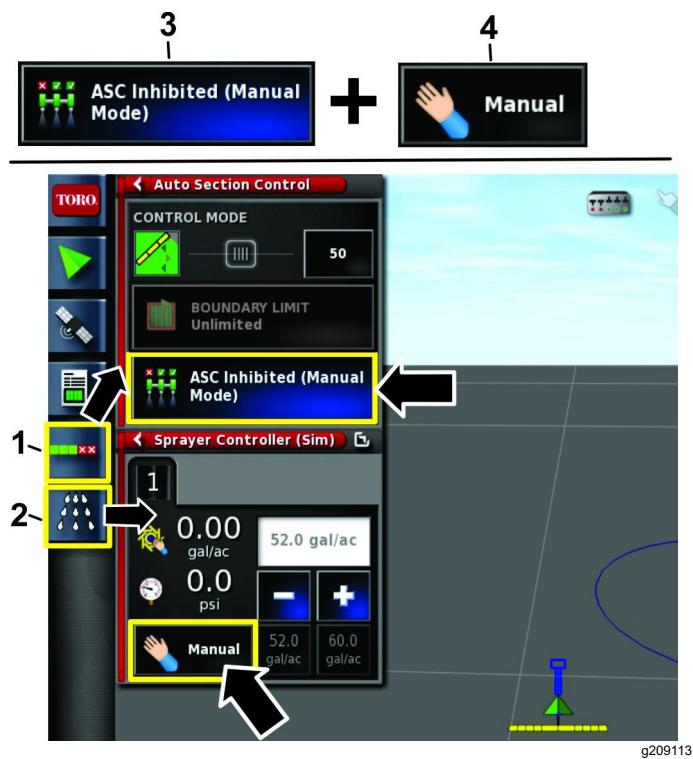

図 25
- 自動選択コントロール構成アイコンとスプレーヤコントローラアイコンを選択する図 25。
- レート制御を MANUAL 位置にする図 25。